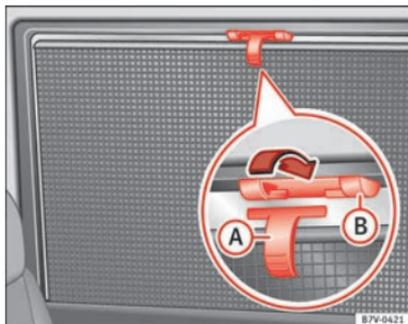

Abb. 143 Im hinteren rechten Fenster: Sonnenschutzrollo.
- Sonnenschutzrollo am hervorstehenden Griff » Abb. 143 (A) ganz nach oben ziehen.
- Haltestange mit den beiden Ösen in die entsprechenden Halterungen einhängen (B). Prüfen, dass das herausgezogene Sonnenschutzrollo sicher in den beiden Halterungen eingehängt ist (B).